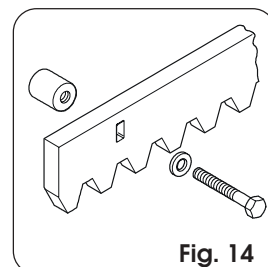

Fig. 14
4.4.2. STEEL RACK TO SCREW (Fig. 14)